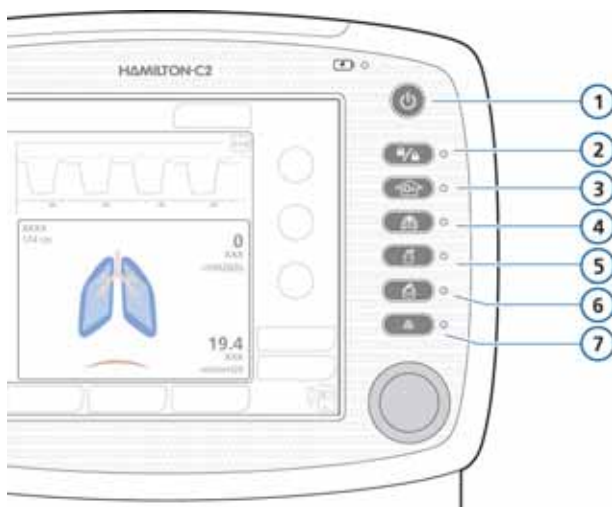

Рисунок 9-1. Клавиши специальных функций
- ▶ На выдохе нажмите и отпустите клавишу **ручного вдоха** (рис. 9-1).